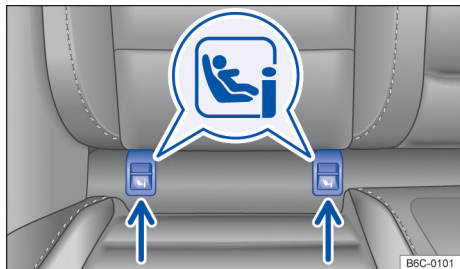

Fig. 44 En el asiento del vehículo: identificación de los puntos de anclaje inferiores de asientos para niños.
Los 2 ojales de retención para cada asiento para niños con el sistema ISOFIX pueden alcanzarse a través de las ranuras existentes en el tapizado del asiento trasero → fig. 44.
- Encajar el asiento para niños en los ojales de retención → fig. 44 en el sentido de la flecha. El asiento para niños debe engancharse de forma segura y audible (clic).
- Colocar el asiento para niños sobre la banqueta del asiento y fijar las grapas de los cinturones de seguridad en los ojales de retención → fig. 44, si los cinturones de fijación se proveen junto con el asiento para niños.